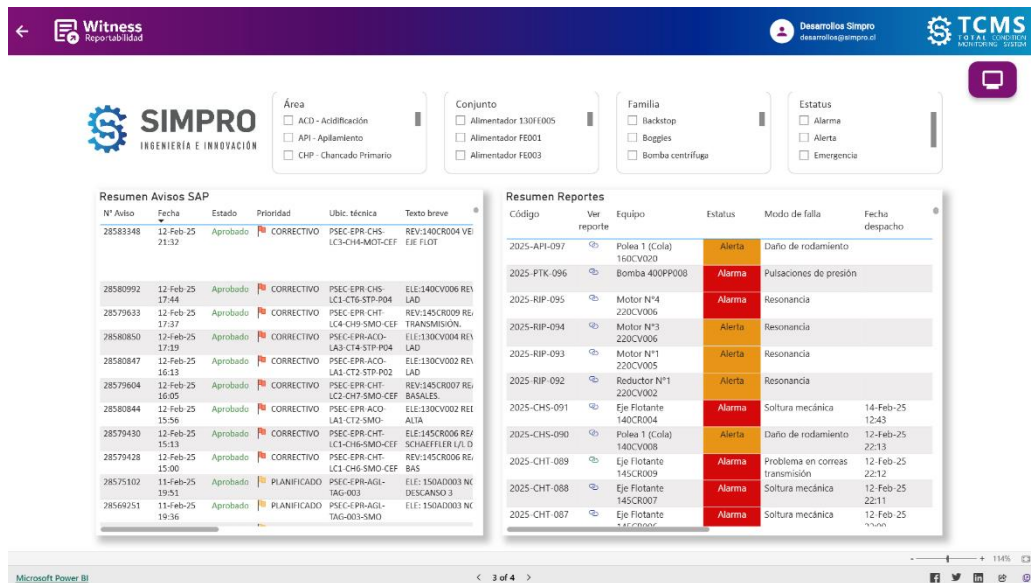

Fig. 16: Dashboard Vulnerabilidades.
- **Reportes:** Muestra todos los reportes generados en los últimos 30 días. Contiene algunas columnas adicionales al Fig. 16: No contiene imágenes, descripción ni enlace al archivo PDF.